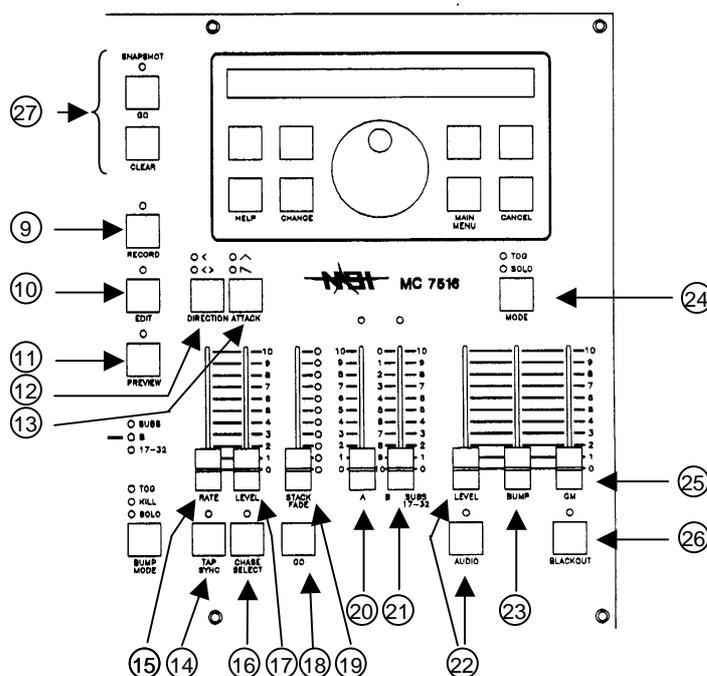

Fig. 3 : Section des masters de la série MC7500
- Scene A :** Ces potentiomètres contrôlent l'intensité des circuits de la première préparation : circuits 1 à 16, 1 à 24 ou 1 à 32. Le niveau général de la préparation créée est contrôlé par le potentiomètre général A (voir figure 3).
- submasters 1 à 16, 1 à 24 ou 1 à 32 en mode submasters (Subs)Le niveau général de la préparation créée est contrôlé par le potentiomètre général B (voir figure 3).